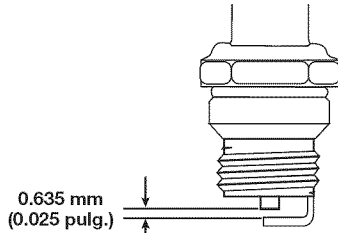

Fig. 34
4. Cambie las bujías que estén rajadas, sucias o deterioradas. Fije la separación de aire a **0.635 mm (0.025 pulg.)** utilizando un calibrador (Fig. 34).